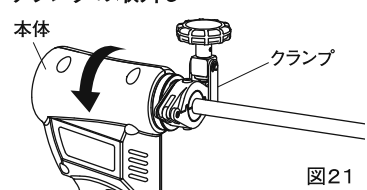

図21
(3) パイプ取外し
- ① クランプに本体を取付けた時と反対の手順でクランプから本体を外してください。(図21)